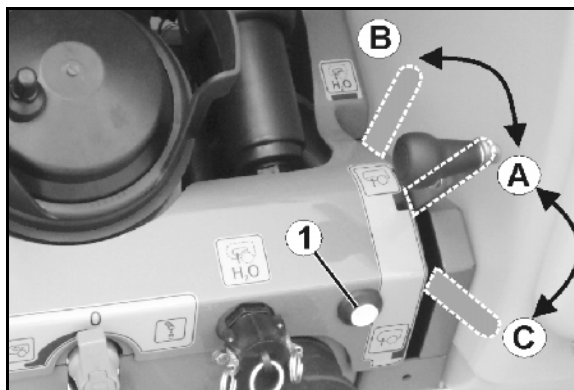

Fig. 104
- butonul de pe panoul de control (Fig. 104/1).